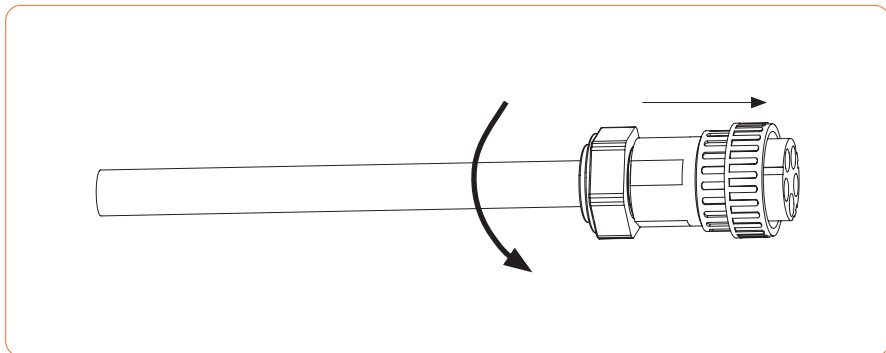

Abbildung 4-23
④ Drücken Sie die Gewindehülse entsprechend der Pfeilrichtung, um sie mit dem AC-Klemmenkopf zu verbinden, und drehen Sie dann die Kabelverschraubung im Uhrzeigersinn, um sie zu verriegeln, wie in Abbildung 4-23 gezeigt: